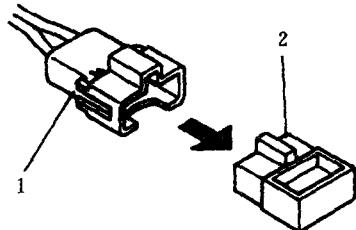

图 12 拔掉短路块——1994~1997 年产 626 车型和 MX6 车型 2.0L (FS) 自动变速器发动机
6) 拔掉双线输出 (SPOUT) 接头短路插接块, 参见图 12。